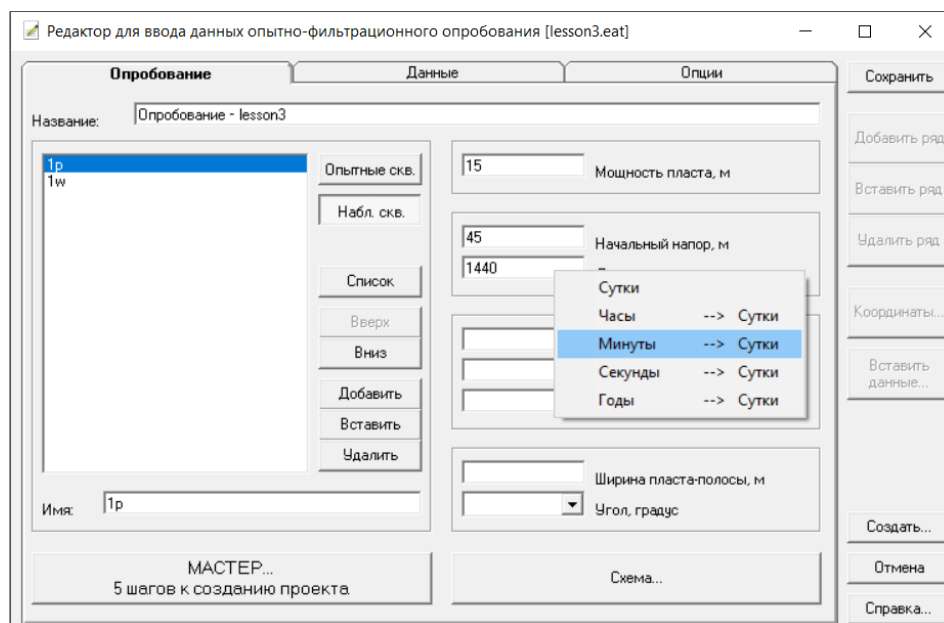

Рисунок 4. Всплывающее диалоговое окно для перевода заданного времени в сутки
- 2) Ввести в ячейку значение 1440, затем одновременно нажать на клавиатуре клавишу Shift и щёлкнуть на ячейку левой кнопкой мыши: откроется окно для перевода заданного времени в сутки из секунд, минут или часов (**Рисунок 4**), и, кликнув на «Минуты --> Сутки» получим искомое значение «1» сут.